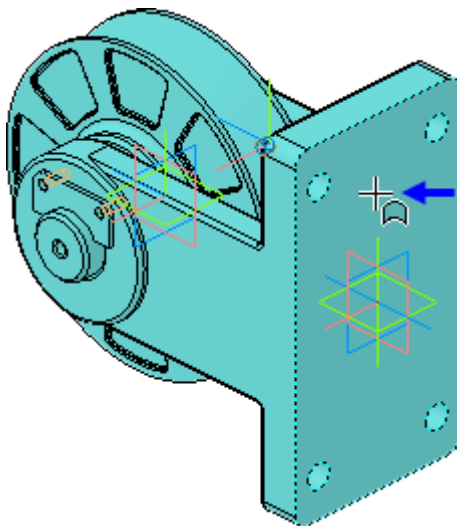

Рисунок 3.
- Вновь укажите грань детали Вилка (рис.3).